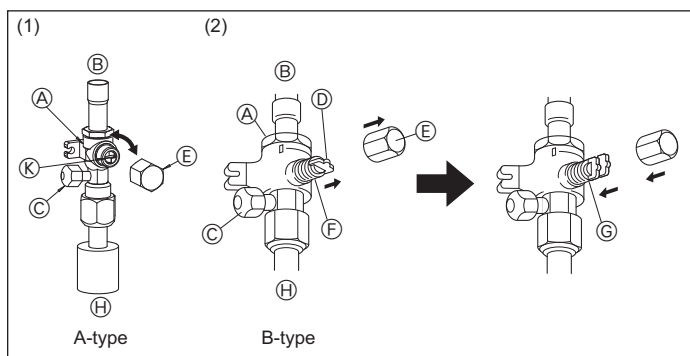

Fig. 5-9
(1) A-type (Fig. 5-9)
(2) B-type (Fig. 5-9)